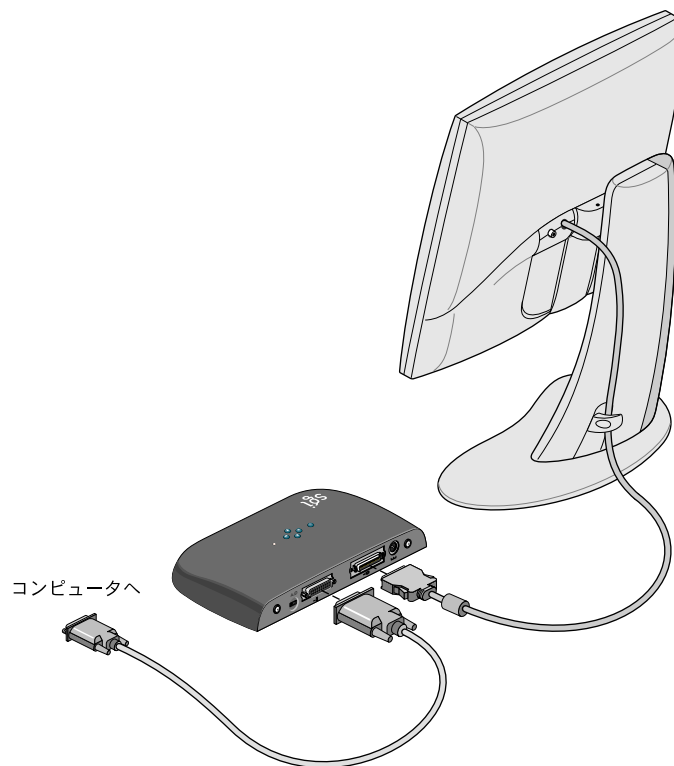

図 1-2 インターフェイスケーブルの取り付け方
3. 32 ページの図 A-1 を参考にして、付属ケーブルのなかから、適切なインターフェイスケーブルを選びます。ケーブルの一方の端をコンピュータのビデオカードに接続し、もう一方の端を MultiLink の DVI コネクタに接続します（図 1-2 を参照）。
4. フラットパネルディスプレイのインターフェイスケーブルを MultiLink のフラットパネルコネクタに接続します。さらに、フラットパネルディスプレイのモニタ台に付いているクリップでディスプレイケーブルをおさえます（図 1-2 を参照）。